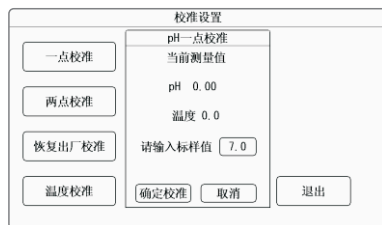

图2-8
- ◆ pH一点校准：点击一点校准进入图2-8所示界面，传感器放置在标样溶液中，进入标样校准界面（点击“请输入标样值”后面数值可以进行修改），待读数稳定后，按【确定校准】键执行标样校准；